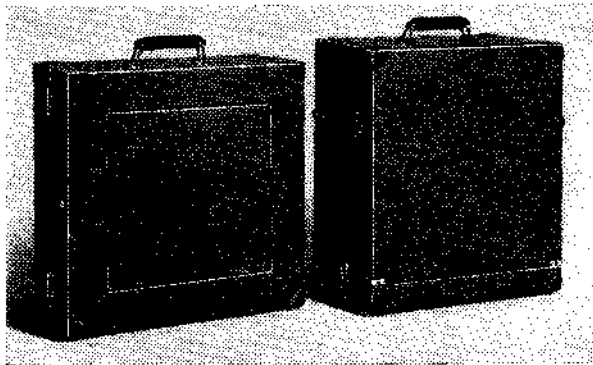

Bild 25
6. Lautsprecherkoffer schließen; die Apparatur ist transportbereit (Bild 25).